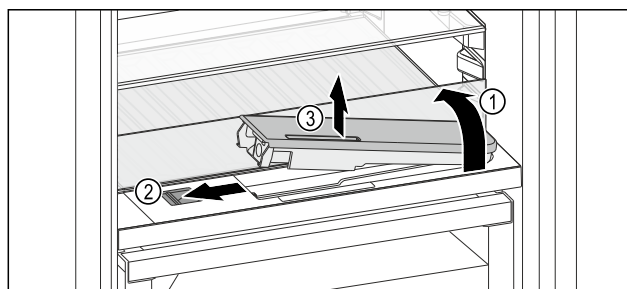

Fig. 122
- Løft glassplaten og vipp opp til anslag bakover Fig. 122 (1).
- Skyv skyveren Fig. 122 (2) til venstre.
- Ta ut vanntanken Fig. 122 (3).